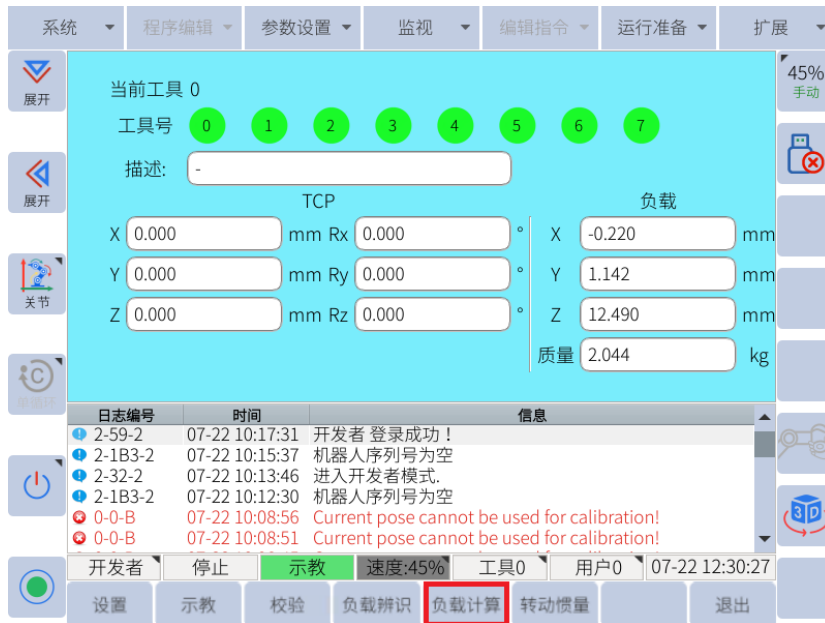

图 6-35: 底部菜单栏中的“负载计算”
2. 选择任意一个工具号，点击底部菜单栏中的**负载计算**，进入负载计算界面，如图 6-35 所示：